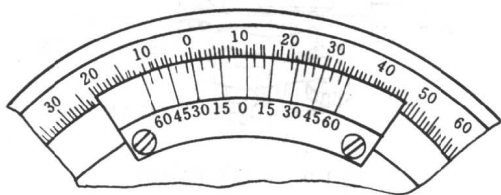

图 1-4 游标刻度盘上的读数
(1) 万能量角器是用来测量工作物的角度，它的读数方法见图 1-4。在游标刻线零的左右各有 12 等分，且对称分布，每三等分的刻线注有数字，如 0、15、30、45、60，每一格读数为 5'。